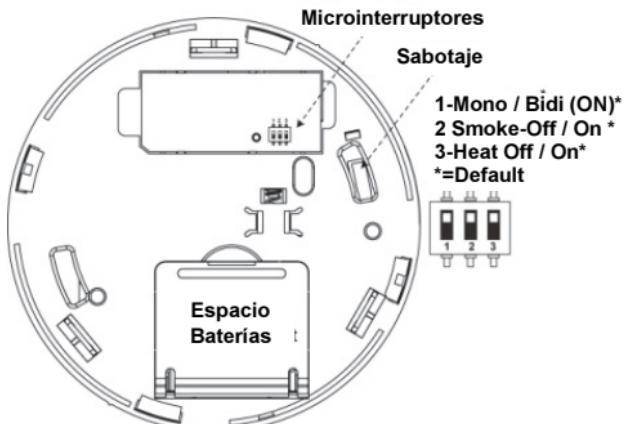

Figura 8: Compartimento de pilas / Tamper
3. Abra la tapa del compartimiento de las pilas (ver Figura 8).